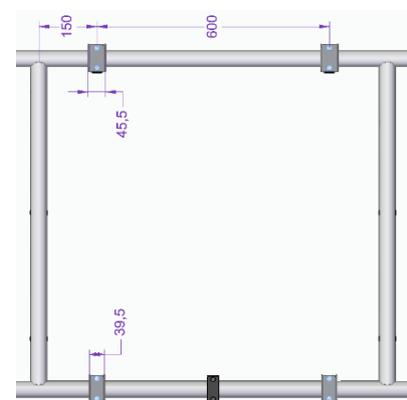

Abbildung 6
Montieren Sie nun die vier Halter zur Montage des Bike-Lifts (2) am Grundträger. Hierbei werden je zwei Halter (45,5mm breit) an der oberen und zwei Halter (39,5mm breit) an der unteren Querstrebe des Grundträgers befestigt. Die Montage muss mittig auf den Querrohren mit einem Abstand von 600mm erfolgen (Abb. 6).